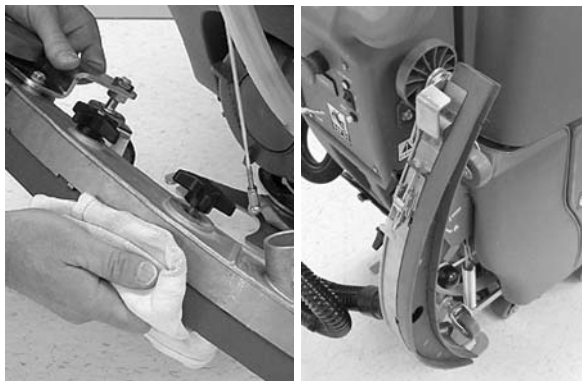

FIG. 49
7. Essuyez les lames du racloir. Lorsque la machine n'est pas utilisée, soulevez du sol le bloc de racloir ou suspendez-le sur la bride d'entreposage (Figure 49).